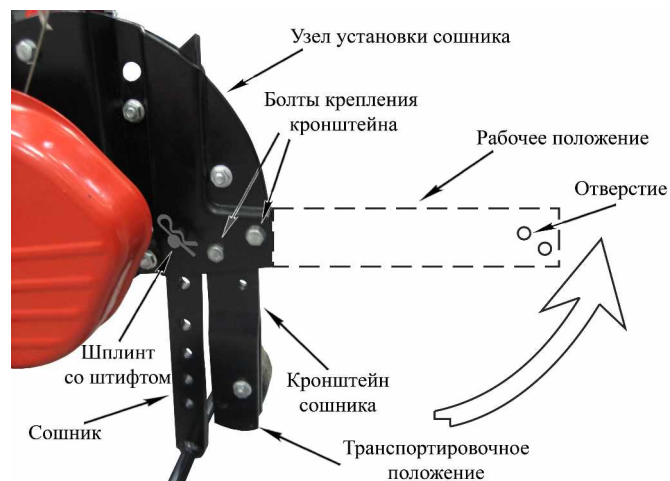

Рис. 3.
- Установить кронштейн сошника в горизонтальное положение. См. Рис. 3.